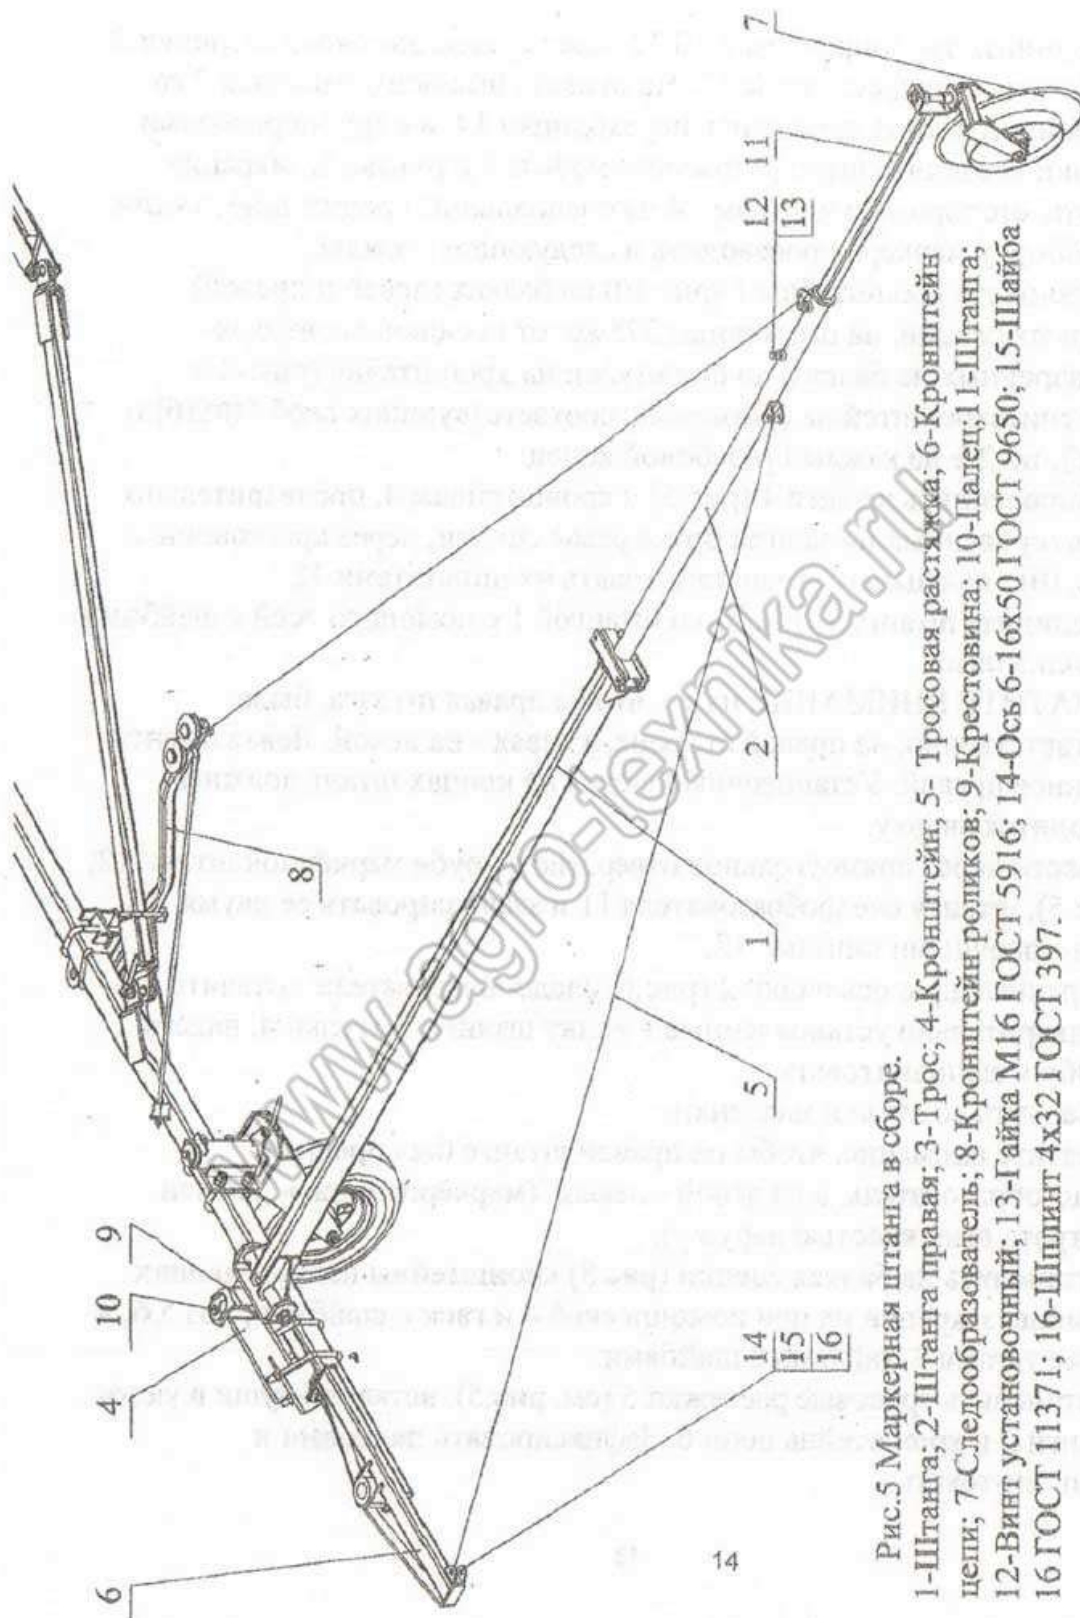
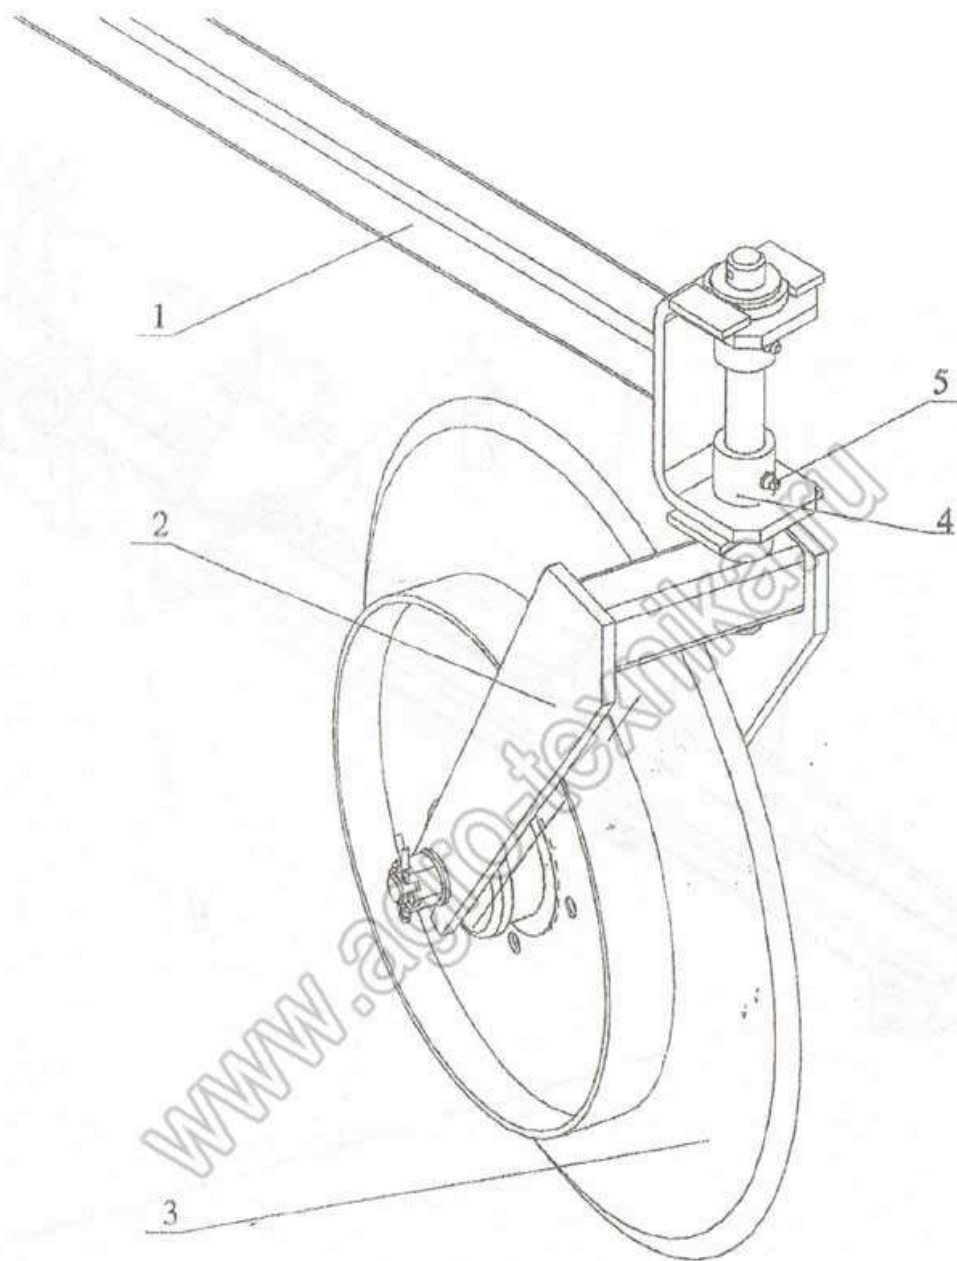
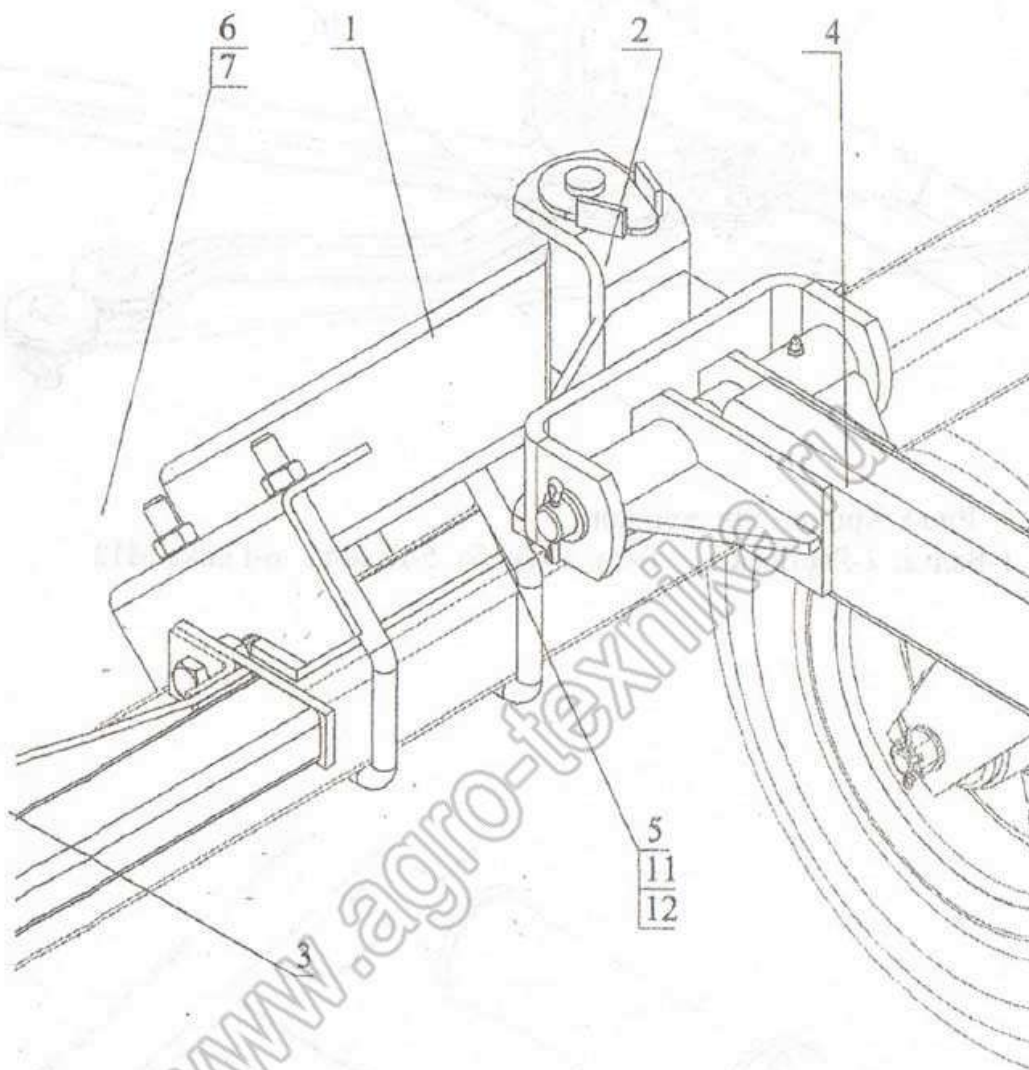

Рис.5 Маркерная штанга в сборе.
Рис.6 Следоуказатель.
Рис.10 Кронштейн с крестовиной маркера.
- 2.5.1. Маркер (рис.5) состоит из штанг 1, 2, следообразователя 7. Штанга одним концом шарнирно опирается на кронштейн 4 , а другим с помощью следообразователя 7- на почву. Следообразователь телескопически соединяется со штангой 2, имеет вилку 2 (рис.6) со следообразующим маркерным диском 3.
- 2.5.3. Сквозь амортизатор и направляющие ролики проходит трос 3 (рис.5), соединяющий правую и левую штанги. Длина троса рассчитана
-Установите кронштейны 1 (рис.10) на балках (левой и правой)
- Присоединить штанги 1 (рис.5) к кронштейнам 4, предварительно смонтированных на заднем брусе рамы сцепки, через крестовины 2 (рис.10), пальцами 5 и зашлинтовать их шплинтами 12.
-Соедините штангу 2 (рис.5) со штангой 1 с помощью осей с шайбами и шплинтами.
- Ввести через прямоугольное отверстие в трубе маркёрной штанги 2, (рис.5), штангу следообразователя 11 и зафиксировать ее двумя установочными винтами 12.
- Вертикальную ось вилки 2 (рис.6) следообразователя вставить в предварительно установленные в вилку штанги 1 втулки 4, надеть шайбу и зашлинтовать.
- Установить тросовые растяжки 5 (см. рис.5), вставив коуши в ушки штанги 2 и кронштейна цепи 6. Зафиксировать пальцами и зашлинтовать.
-Установить трос, поз.3 (рис.5). Коуши троса присоединить с помощью пальцев со шплинтами к ушкам штанг.